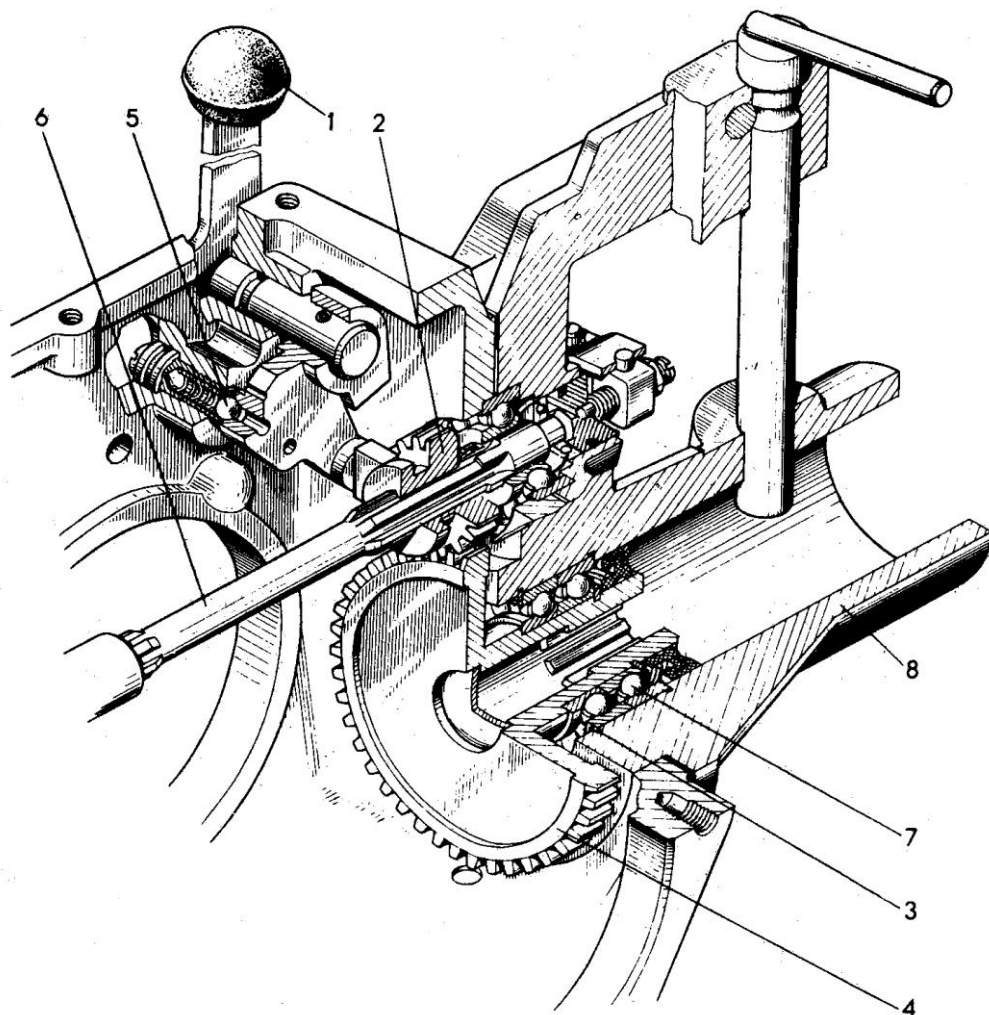

Рисунок 13 – Вал отбора мощности
Вал отбора мощности (рис.13) служит для привода сельскохозяйственных машин, работающих как на стационаре, так и в движении с мотоблоком. ВОМ вращается со скоростью  $1200 \text{ мин}^{-1}$ . Он состоит из вала 6, на шлицах которого свободно установлена ведущая шестерня 2, входящая в зацепление с ведомой шестерней 4, которая вращается на двух шарикоподшипниках 7, установленных в корпусе 8. Включение ВОМ производится перемещением рычага 1 вперед, а выключение – клавишей 2 включения ВОМ (рис.3). Хвостовиком ВОМ служит шлицевая втулка шестерни 4, в которую вставляется приводной вал машины.
Рисунок 13а – Комбинированная рукоятка управления
- нажмите рычаг аварийного останова и зафиксируйте положение фиксатором (рис.13а);